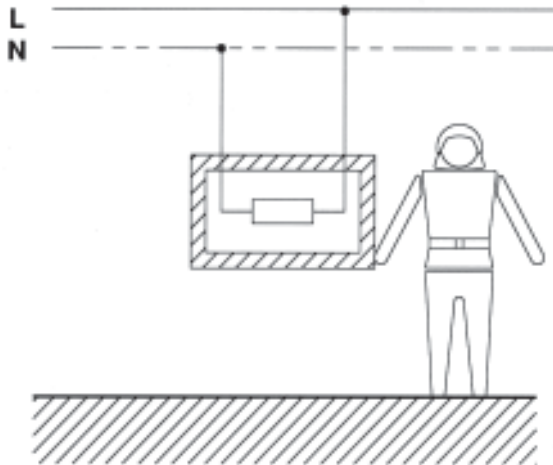

Bild 4 Basisschutz
- Der Schutz wird dadurch erreicht, dass die Berührung aktiver Teile durch den Menschen verhindert wird (Bild 4)